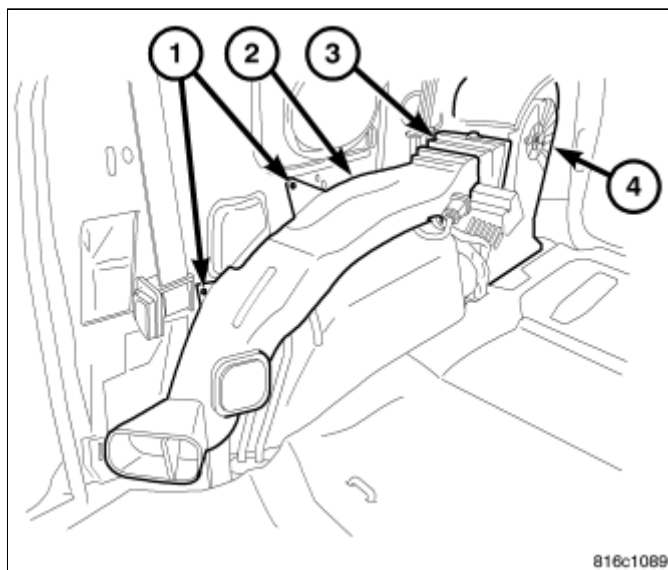

图 1 后地板分配管和适配器管
2. 拆卸将后地板分配管固定到右侧内部四分之一面板的两个螺钉(图 1)。